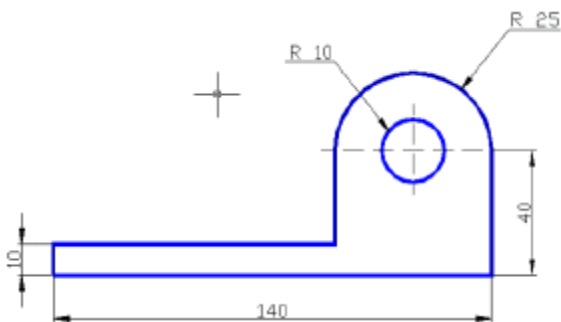

рис.14
6. Используя навыки, полученные при выполнении предыдущих пунктов, построить чертеж по рис.14.